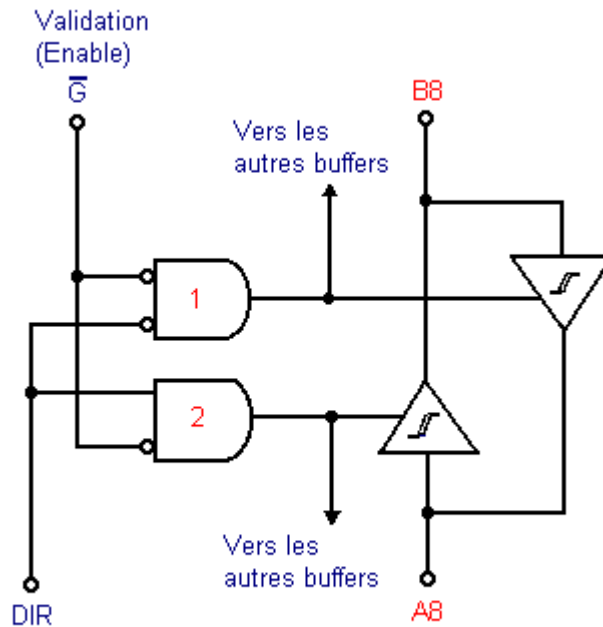

Fig. 15. - Schéma de l'un des huit buffers bidirectionnels.
Vous pouvez voir figure 15, la configuration interne du circuit pour une seule des huit voies **A** vers **B** ou vice-versa ; nous utiliserons ce schéma par la suite pour comprendre le circuit et en établir la table de fonctionnement au cours de l'expérience.
b) Mettez sous tension le Digilab : **L0** et **L1** clignotent alors au rythme de **10 Hz**. En effet, lorsque **SW0** est en position **1**, le passage du signal dans la direction de **A8** à **B8** est autorisé. Ceci est dû au fait que la sortie de la porte **2** de la **figure 15** est au niveau haut alors que celle de la porte **1** est au niveau bas interdisant ainsi la direction **B8** vers **A8**.